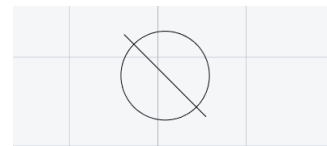

Рис. 6. Графическая составляющая блока
- Чертим графическую часть (рис. 6).